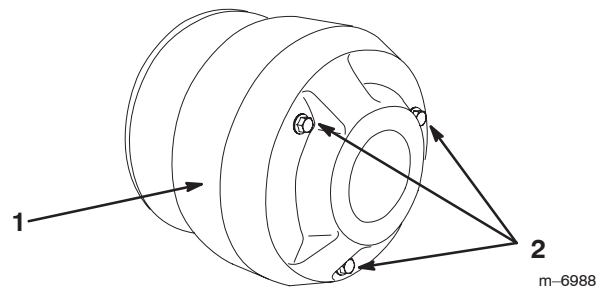

Figure 52
4. Retirez les trois boulons de fixation du couvercle de l'embrayage et déposez le couvercle (Fig. 52).